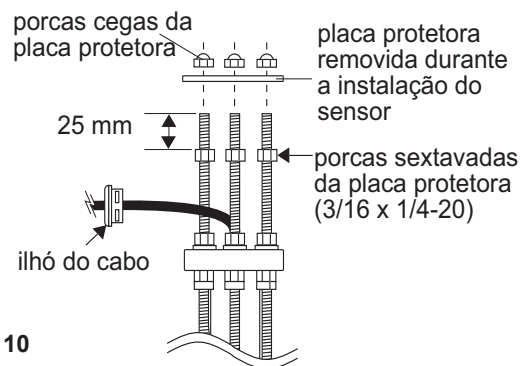

Fig. 10
- F. Atarraxe as porcas sextavadas da placa protetora em cada uma das três hastas rosqueadas. Ajuste cada porca sextavada a uma altura de aproximadamente 25 mm do topo de cada haste. Remova o ilhó de plástico preto no cabo na parte superior do sensor com uma chave de fenda. Deslize o ilhó pelo cabo para afastá-lo do sensor (fig. 10).